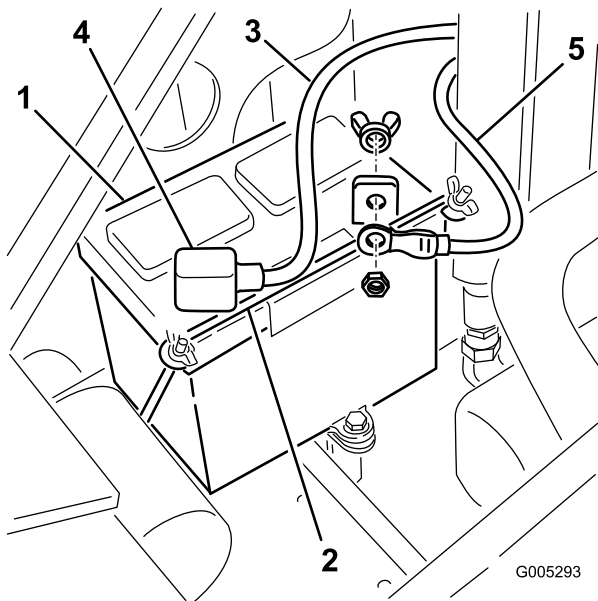

Figura 28
4. Retire las tuercas de orejeta y la barra que fijan la batería (Figura 28).
9. Instale la batería en el chasis (Figura 28).
10. Sujete la batería en el chasis (Figura 28).
11. Usando el perno y la tuerca de orejeta suministrados con la batería, conecte el cable positivo (rojo) al borne positivo (+) de la batería (Figura 28). Deslice la cubierta de goma sobre el borne de la batería.
12. Usando el perno y la tuerca de orejeta suministrados con la batería, conecte el cable negativo (negro) al borne negativo (-) de la batería (Figura 28).